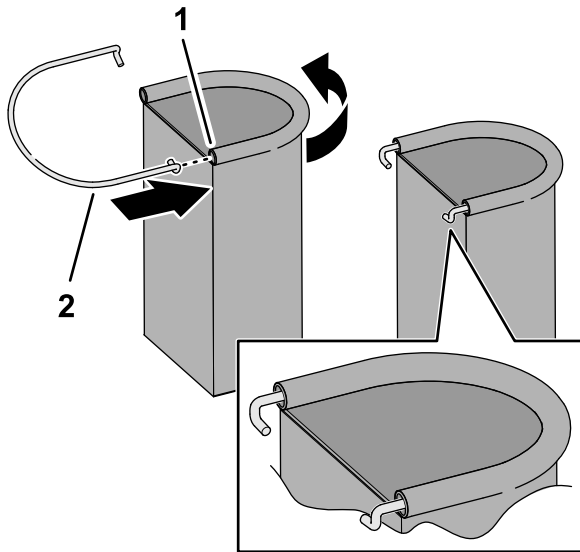

Figure 26
1. Insérez un arceau dans le manchon du sac de rangement d'EPI, comme montré à la Figure 26.